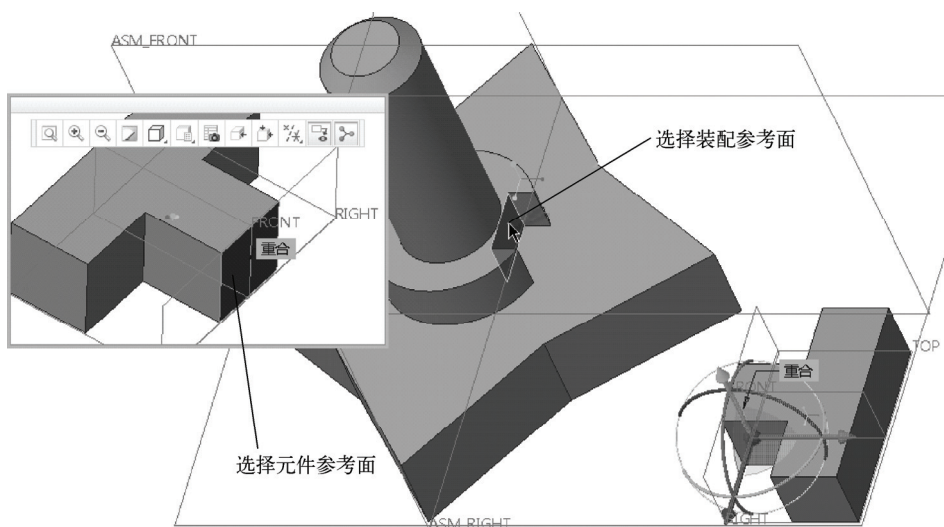

图 10-16 指定一对匹配参考面
3) 出现“元件放置”选项卡。在约束条件下拉列表框中选择“重合”选项，分别选择图 10-16 所示的一对参考面（元件参考面和装配参考面）。